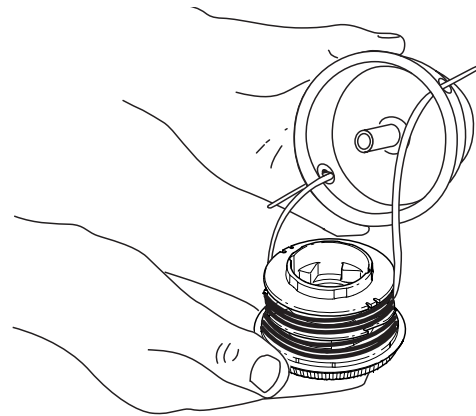

Fig. 15
- Insérez les extrémités du fil du moulinet intérieur neuf dans les œillets de la bobine extérieure (Fig. 15). Enfoncez le moulinet intérieur neuf, flèche vers le haut, dans la bobine extérieure.